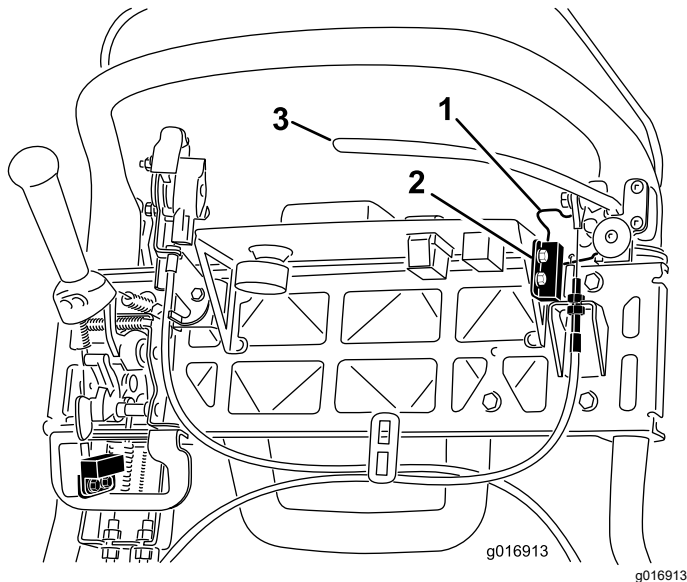

Figura 38
4. Desaperte e remova as juntas de montagem do interruptor de segurança (Figura 38).
5. Coloque um calço de 1,6 mm entre o bloqueio do travão de estacionamento e o interruptor de segurança (Figura 38).
4. Para aumentar tensão do cabo, desaperte a porca de bloqueio do cabo superior e aperte a porca de bloqueio do cabo inferior (Figura 38) até que seja obtida uma força de 156 N aplicada no manípulo da alavanca do travão, necessária para libertar o trinco do travão de estacionamento.